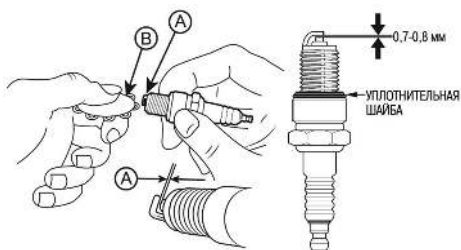

Рис. 27 Проверка межэлектродного зазора
4. Измерьте зазор А между электродами свечи зажигания специальным щупом В. Зазор должен быть $0,7-0,8$ мм (Рис. 27). При увеличении или уменьшении требуемого зазора, рекомендуется заменить свечу, так как регулировка зазора может привести к изменению качества искрообразования.